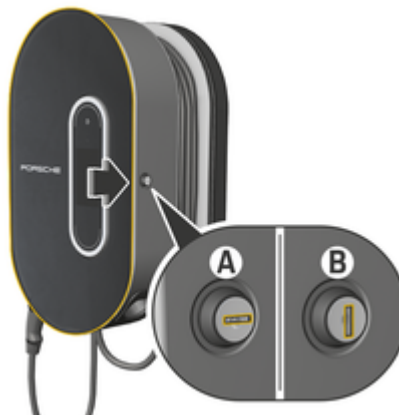

Fig. 18: Base de carregamento
- ▶ Coloque a trava na posição **A** (Fig. 18).
- ▶ Coloque a trava na posição **B** (Fig. 18).